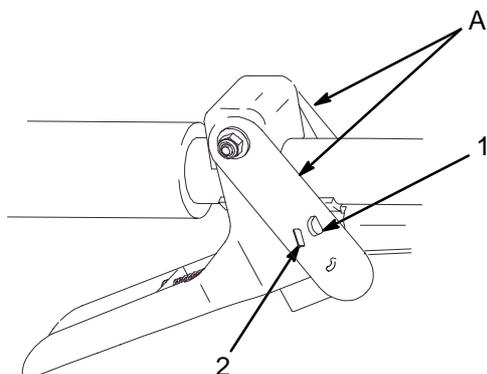

Fig. 5
1. **Una pistola:** Desconecte la placa selectora de la pistola derecha o izquierda (A) del gatillo (Fig. 5).